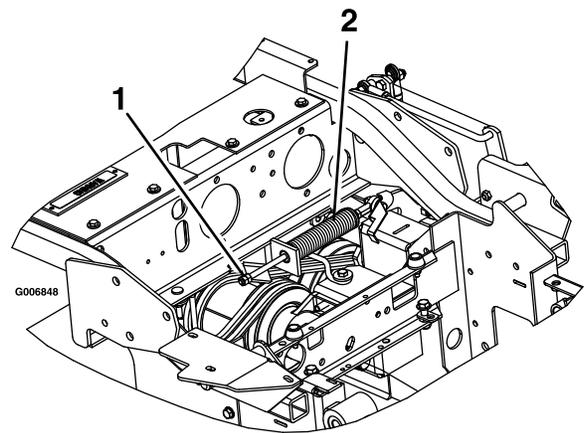

Figure 59
3. Localisez le ressort de frein et vissez les 2 écrous de blocage au bout de la tige du ressort (Figure 59).